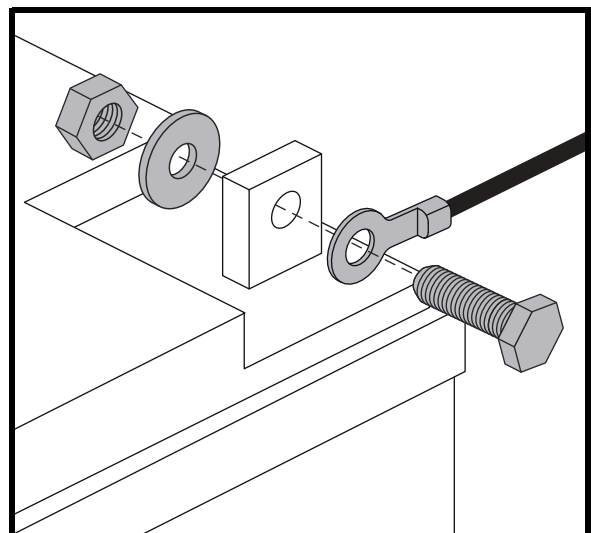

Abb. 13. Befestigungselemente für den Batterieanschluss
4. Trennen Sie die Batterienkabel von den Batterieanschlüssen, indem Sie die Anschlusskippchen zurückschieben und die Mutter abschrauben. **Siehe Abb. 13.**